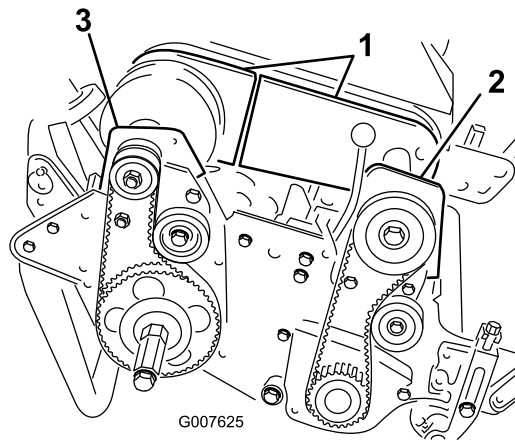

图48
4. 拧下将差速器罩的前后部分固定到差速器壳体的螺栓，将差速器罩滑开，露出皮带（图48）。
6. 卸下将前离合器壳体固定到侧板上的2个螺栓和2个锁紧螺母（图48）。
8. 卸下将右后轴承座固定到侧板上的2个螺栓和锁紧螺母（图48）。